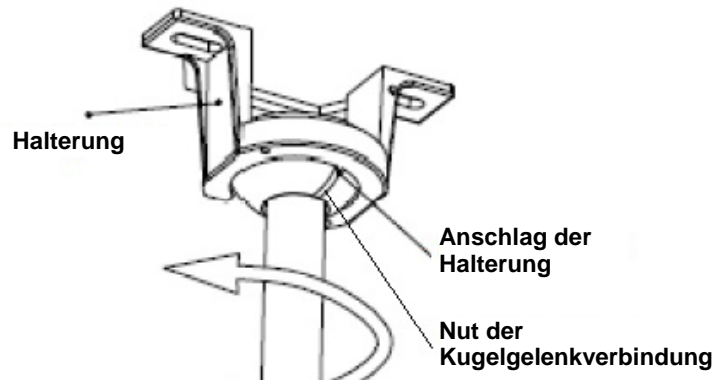

Abb. 5
- Stellen Sie sicher, dass die Nut der Kugelgelenkverbindung mit dem Anschlag der Halterung in Kontakt ist, um den Ventilator daran zu hindern sich zu verdrehen. Abb. 5